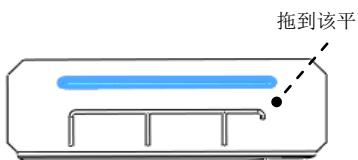

图 13.2.44 成形特征 2
Step7. 创建图 13.2.44 所示的成形特征 2。
- (1) 单击任务窗格中的“设计库”按钮 ，打开设计库对话框。
- (2) 单击“设计库”对话框中的  ch13 节点，在“设计库”下部的列表框中选择“file_shaped_tool_02”文件并拖动到图 13.2.44 所示的平面，在系统弹出的“成形工具特征”对话框中单击  按钮。